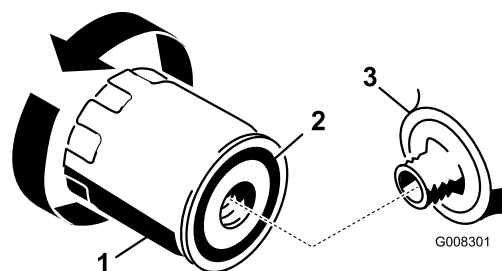

Figure 26
2. Déposez le filtre à huile usagé et essuyez la surface du joint de l'adaptateur (Figure 26).
3. Appliquez une fine couche d'huile moteur neuve sur le joint en caoutchouc du filtre de rechange (Figure 26).
5. Serrez alors de 1/2 à 3/4 de tour supplémentaire (Figure 26).